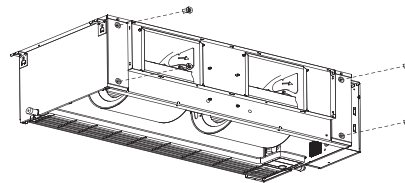

Рис. 9-5
2. Отверните 4 болта и 2 винта крепления передней панели (см. рис.9-5). Будьте осторожны – передняя панель может упасть вниз.